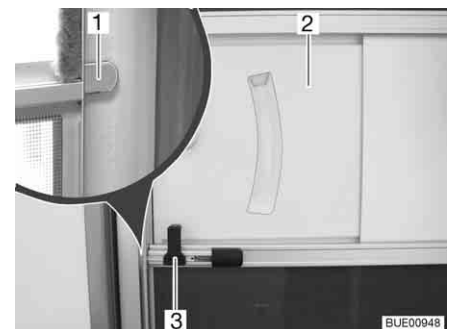

Fig. 38 Verrouillage sur le cadre
- Pousser le levier de déverrouillage (Fig. 38,3) vers le cadre. Le verrou (Fig. 38,1) est poussé en conséquence sur le côté intérieur derrière le cadre (Fig. 38).
- Fermer la poignée dans la porte à moustiquaire. Pour cela, décaler la plaque de la poignée (Fig. 38,2).
- Repousser la plaque de la poignée (Fig. 38,2).
- Tirer légèrement vers l'intérieur la porte à moustiquaire. Le verrou (Fig. 38,1) est tiré vers l'arrière par le ressort dans le levier de déverrouillage (Fig. 38,3).